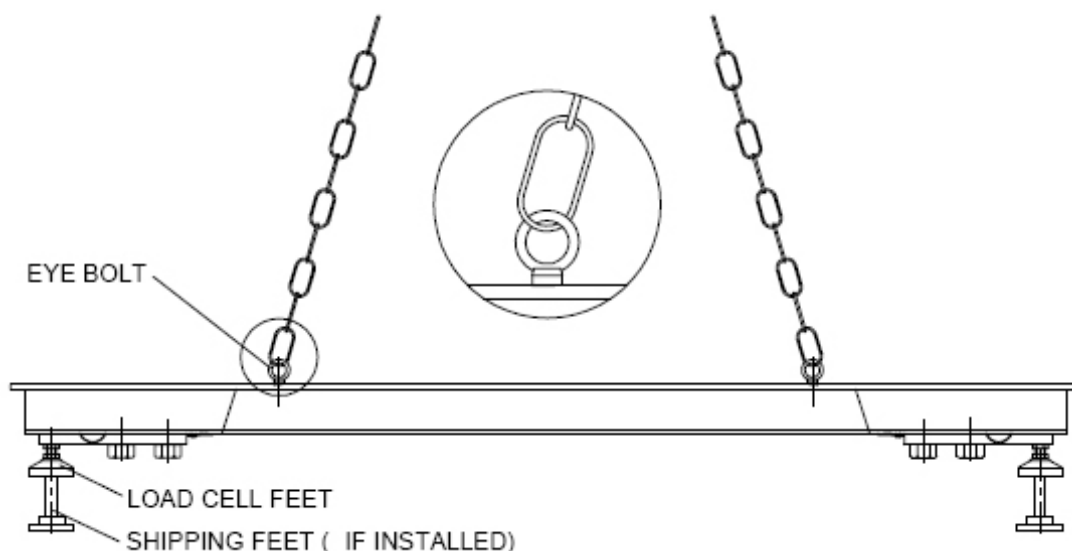

Figura 1. Método de levantamiento.
2. Instale los dos pernos de argolla incluidos en lados opuestos de la báscula, como muestra la figura 1.